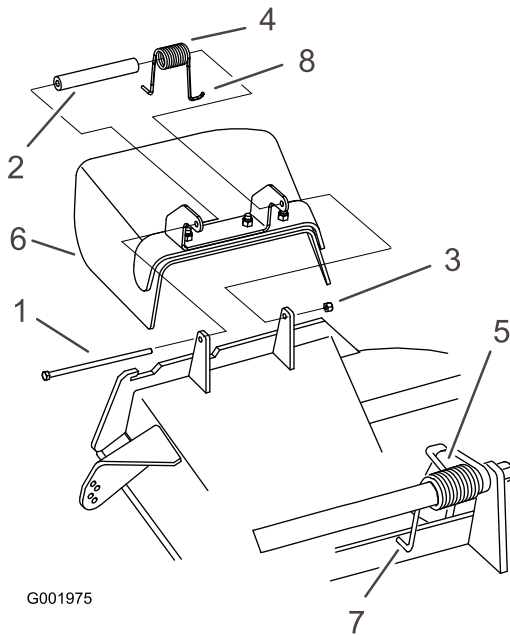

Figure 89
1. Retirez le contre-écrou, le boulon, le ressort et l'entretoise qui fixent le déflecteur aux supports de pivot (Figure 89). Enlevez le déflecteur s'il est endommagé ou usé.
**Remarque:** Prenez soin de placer l'extrémité en **L** du ressort derrière le bord du plateau avant de mettre le boulon en place, comme indiqué à la Figure 89.
3. Remettez le boulon et l'écrou. Accrochez l'extrémité en **J** du ressort au déflecteur d'herbe (Figure 89).